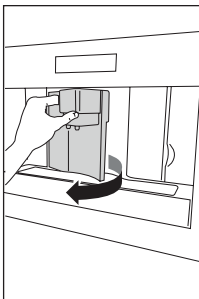

Fig. 23
- Ouvrir le volet de service (Fig. 23).